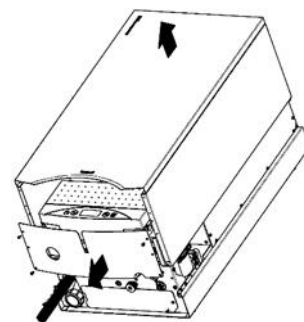

Fig. 1
4. Scoateți capacul frontal al cazanului prin deșurubarea șuruburilor de fixare (fig. 1).